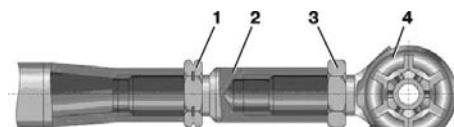

Рис. 2. Наконечник поперечної рульової тяги: 1 – гайка з лівим різьблінням; 2 – регулювальний штуцер; 3 – гайка з правим різьблінням; 4 – наконечник
4. Закріпіть тягу в лещатах, відкрутіть стопорні гайки 1 (рис. 2) і 3 і виверніть наконечники 4 та регулювальний штуцер 2.